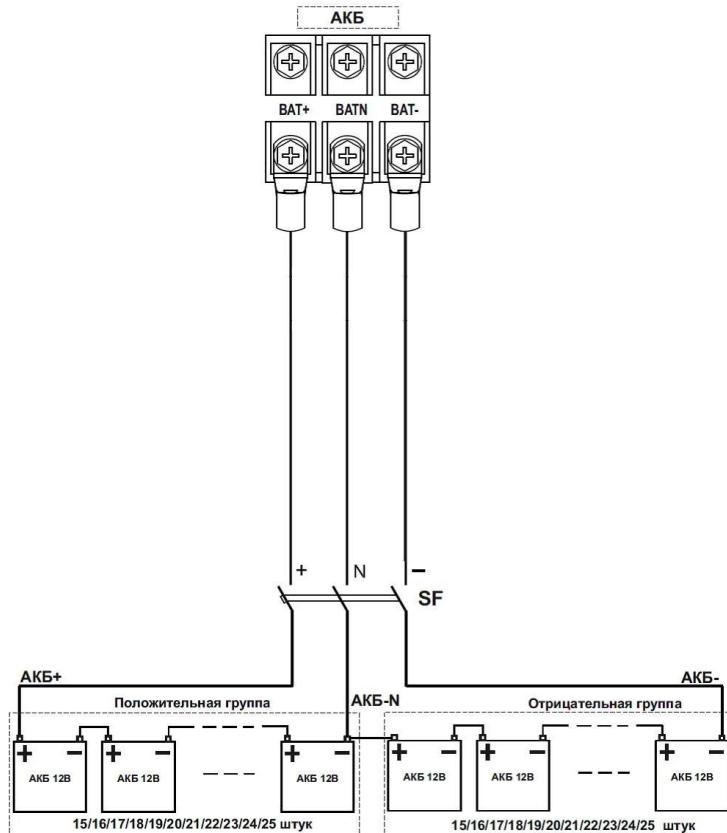

Рисунок 4 — Схема монтажа аккумуляторной батареи
- Включите защитный автоматический выключатель АКБ (SF) или выключатель группы предохранителей (при их использовании), см рисунок 4.
Между АКБ и изделием должен быть подключен автоматический выключатель постоянного тока (SF, на номинальный ток 250 А – SKAT-UPS 80-3/3-ON или 315 А - SKAT-UPS 100-3/3-ON, см. рисунок 4).
Между АКБ и изделием должен быть подключен DC– совместимый термомагнитный трехполюсный защитный автоматический выключатель SF, (или другое устройство защиты, например, группа предохранителей с трехполюсным выключателем), расположенный как можно ближе к АКБ, см. рисунок 4.
- номинальное напряжение выключателя должно быть не менее рабочего напряжения положительной/отрицательной группы АКБ (см. рисунок 4);
Затем выполнить, с соблюдением полярности, последовательное соединение аккумуляторных батарей 12 В, в соответствии с двуполярной схемой (см. рисунок 4) при помощи перемычек АКБ (**перемычки АКБ в комплект поставки НЕ входят**).
- подключение кабелей к клеммному блоку выполняйте в соответствии со схемами (см. рисунок 4, 5, 6) и маркировкой, нанесенной на клеммном блоке изделия;
- подключите провода заземления кабелей подключения питающей сети и нагрузки к соответствующим клеммам заземления изделия (см. Рисунок 4);
- подключение кабелей к клеммному блоку выполняйте в соответствии со схемой (см. рисунок 4) и маркировкой, нанесенной на клеммном блоке изделия;
- к клеммам заземления каждого изделия подключите провода заземления кабелей подключения питающей сети и нагрузки (см. рисунок 4);